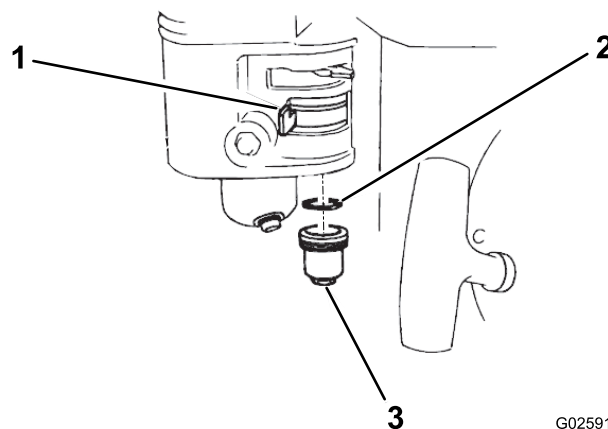

Рисунок 19
1. Передвиньте топливный отсечной клапан в положение «Закрыто», затем снимите отстойник и уплотнительное кольцо (Рисунок 19).